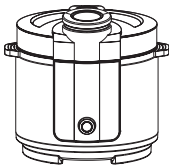
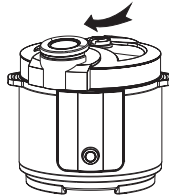
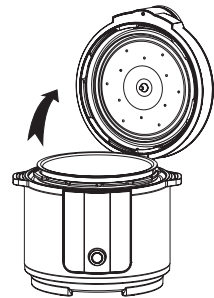

Bild 1
Bild 2
Bild 3
Falls der Deckel geschlossen ist (Bild 1), diesen via Griff ② im Uhrzeigersinn drehen (Bild 2) und Deckel senkrecht abnehmen (Bild 3).